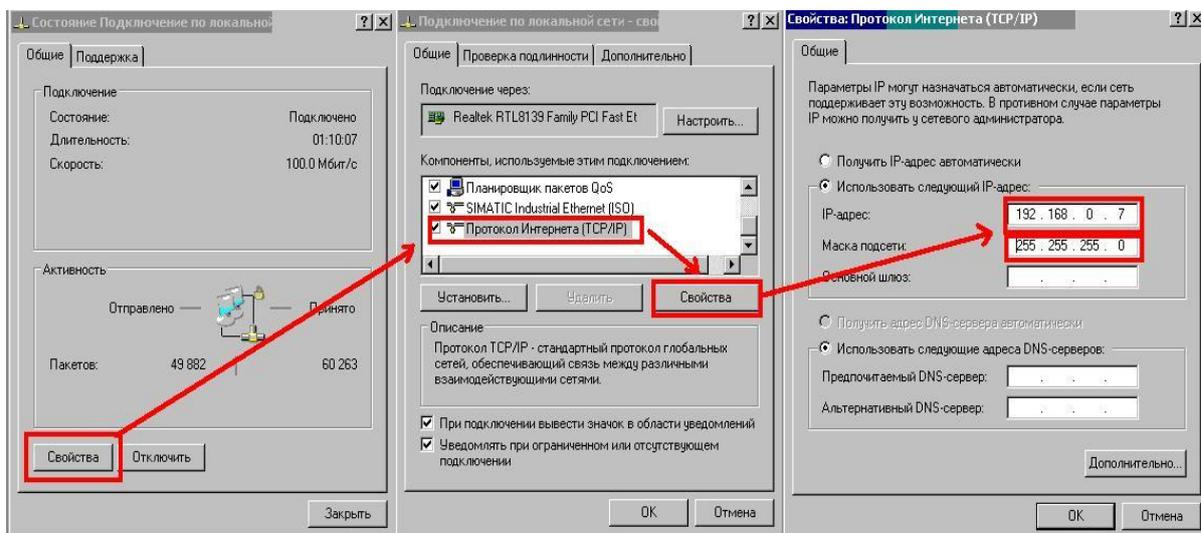

Рис.4 – Настройки протокола TCP/IP
2. Нажимая верхнюю кнопку KN1 на плате устройства слева от ЖКИ (см. рис. 4.) добиться отображения собственного IP-адреса на ЖКИ, запомните или запишите этот адрес.
4. Настройте параметры протокола TCP/IP для сетевого подключения таким образом, чтобы ПК находился в одной подсети с прибором. Для этого, в большинстве случаев достаточно присвоить компьютеру IP-адрес, отличающийся только последней цифрой от IP-адреса прибора, например, 192.168.10.81 (см. рис. 4). Нажмите кнопку «ОК» на панели «Свойства: Протокол Интернета (TCP/IP)».